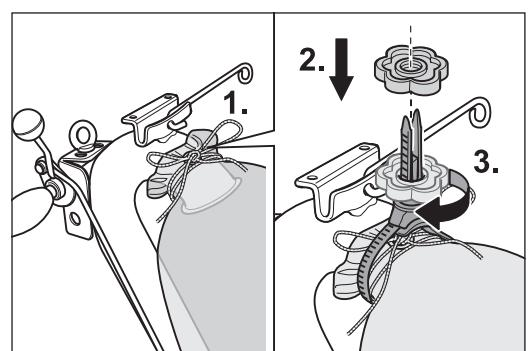

Abb. 6 Faltenfreies Montieren des Staubsacks mit der Kordel (1.) und dem MultiClip (2. und 3.).
- 6 Befestigen Sie den Staubsack fest mit der Kordel und dem MultiClip am Ende des Führungsröhrs (Abb. 6). Beachten Sie bei der Montage, dass die Öffnung des Führungsröhrs nicht verschlossen wird.